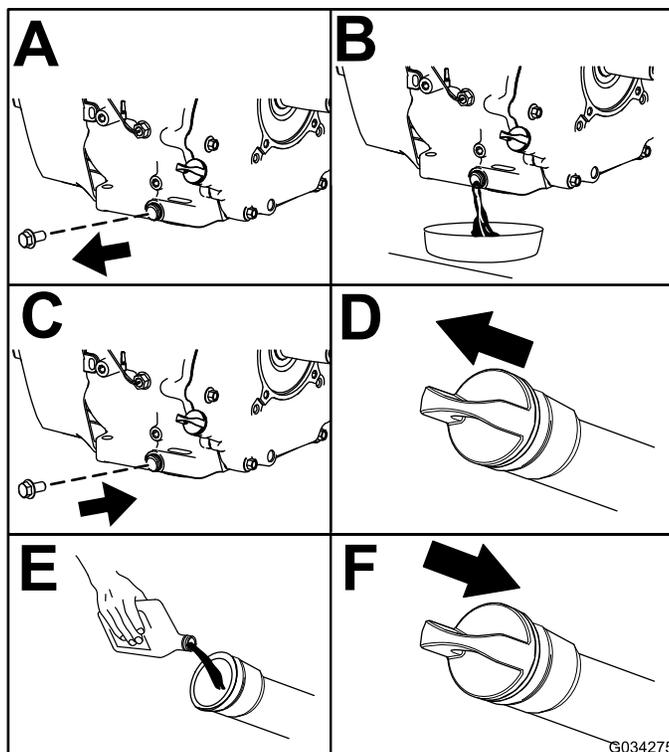

Figura 40
4. Substitua o óleo do motor como se mostra na Figura 40.